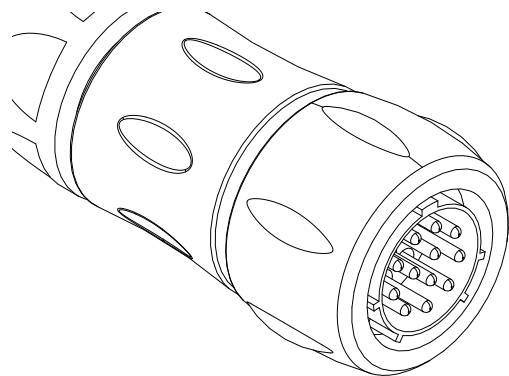
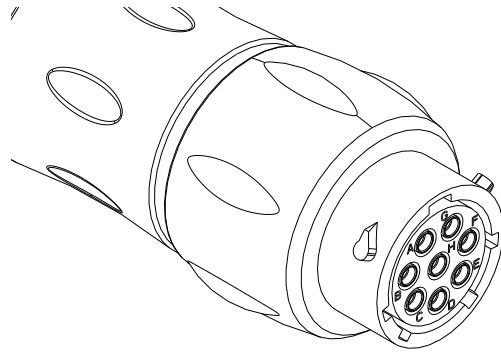

ABB. 1: Schmelzer-Anschluss
ABB. 2: Pistolen-Anschluss
Der große quadratische Stecker ist das Schmelzerende und besitzt ein 0,6 m (2 Fuß) langes Kabel (siehe Abb. 1). Der kleine quadratische Stecker ist das Pistolenende und ein besitzt 0,6 m (2 Fuß) langes Kabel (siehe Abb. 2).
- a. Mit dem Ohmmeter den elektrischen Widerstand an den Heizelementstiften zwischen den Stiften C und D des Schmelzerende-Anschlusses prüfen, der am Regler für beheizten Schlauch angeschlossen ist. Siehe ABB. 1. Der Widerstand des Heizelements für die verschiedenen Längen der gekoppelten Schlauchgruppen ist in der folgenden Schlauch-Tabelle angegeben.